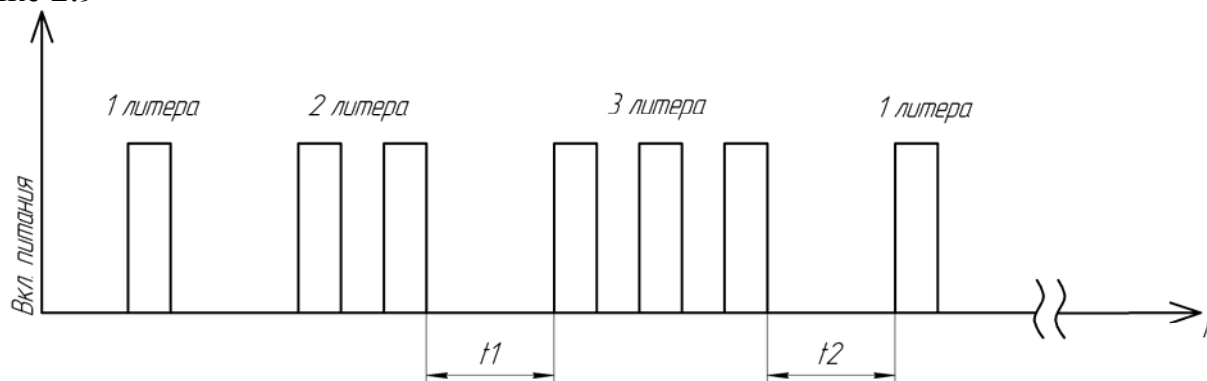

Рисунок 2.9
2.5.5.4 После установки необходимой литеры разомкнуть тумблер SA1. Например, для установки второй литеры разомкнуть тумблер в период времени t_1 , для установки третьей литеры - в период времени t_2 (см. рисунок 2.9),.